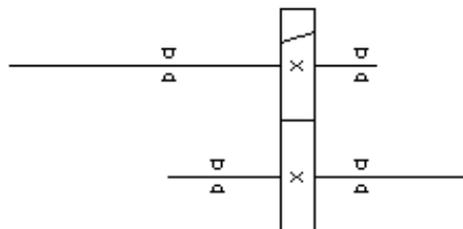

Рисунок 4.5
**Задание 3.** Укажите в качестве опор – радиальные шариковые подшипники  (рисунок 4.5)